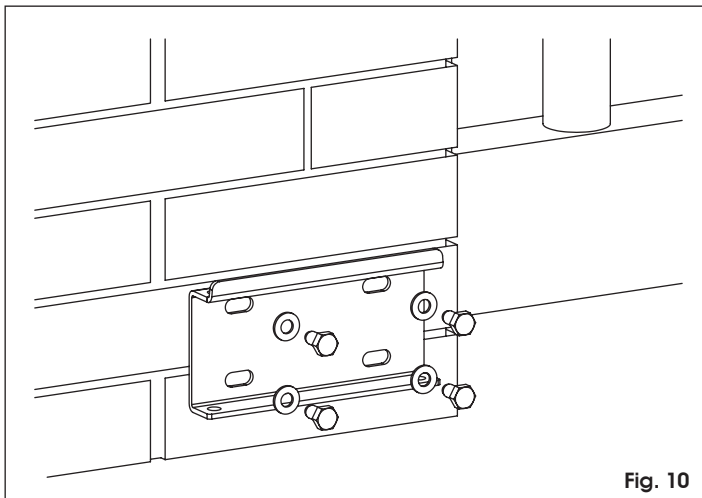

Fig. 10
3. Fije la brida posterior en la posición determinada precedentemente utilizando cuatro tornillos de M8. Durante la fijación respete el sentido indicado en la Fig. 10 y compruebe con un nivel de burbuja que la brida esté perfectamente horizontal.